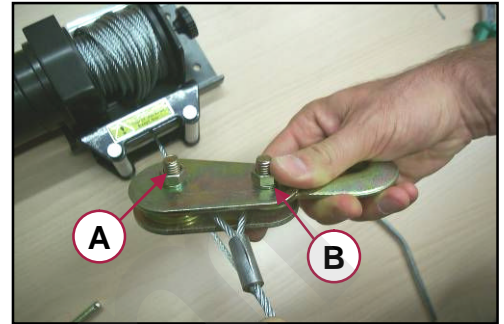

Figura 14 Montaggio del gancio con carrucola.
1. Allentare i dadi "A" e "B" del gancio con carrucola (Figura 14);